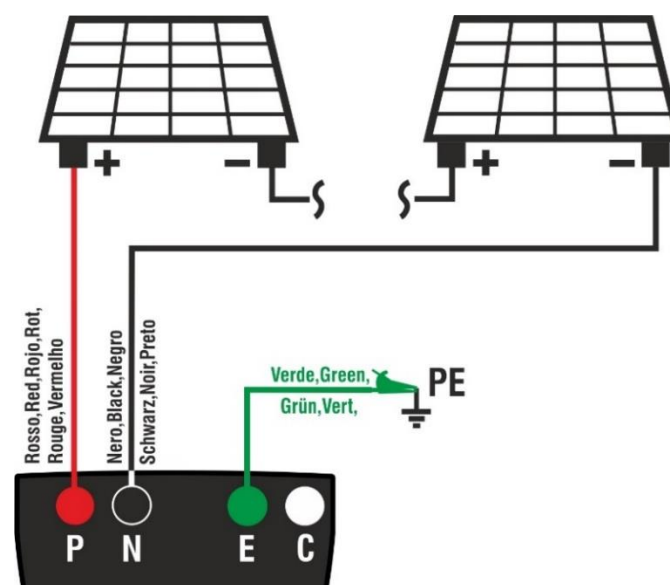

Fig. 9: Ligação do instrumento para medição do isolamento no modo GFL
- Ligar o instrumento ao string FV em teste, como indicado na Fig. 9. Note-se que os eventuais para-raios ligados aos cabos da string devem também ser desligados e que é aconselhável efetuar a medição a montante de eventuais díodos de bloqueio